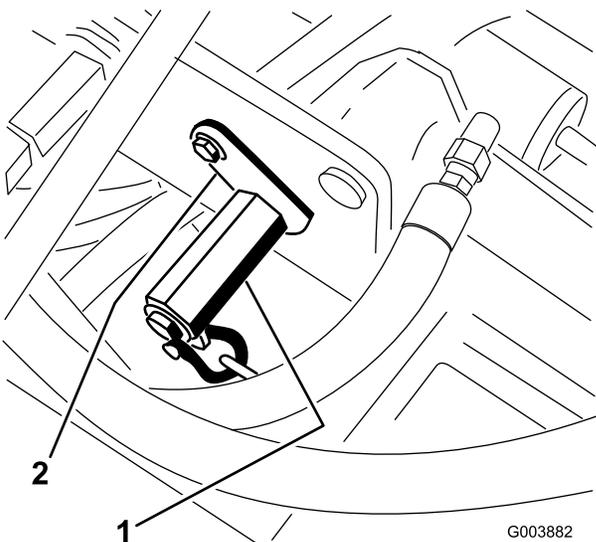

Figura 34
3. Mettete una chiave fissa doppia sull'albero esagonale della staffa della molla (Figura 34).
4. Togliete il bullone e il dado di bloccaggio che fissano la staffa di bloccaggio (Figura 34), ed allo stesso tempo girate l'albero esagonale per allentare la tensione della molla.